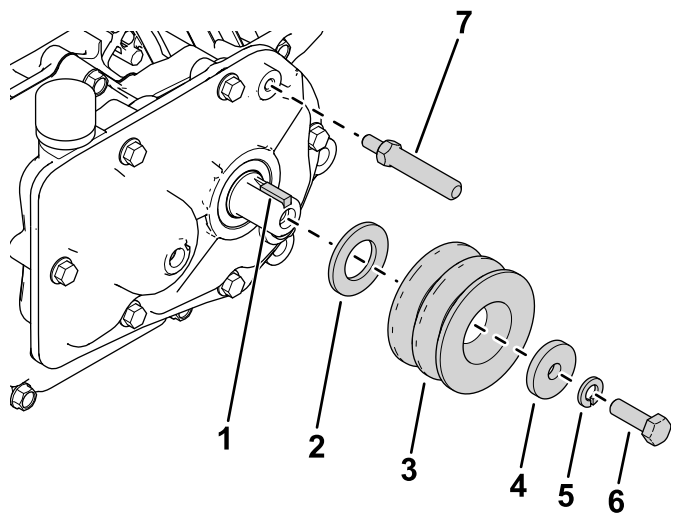

图 2
2. 把方形钥匙安装到输出轴上图 2。
3. 如图 2 所示安装新垫圈 M20、驱动皮带轮、垫圈 5/16 英寸、锁紧垫圈和螺栓 5/16 x 1 英寸。
4. 将牵引枢轴安装到齿轮箱图 2。